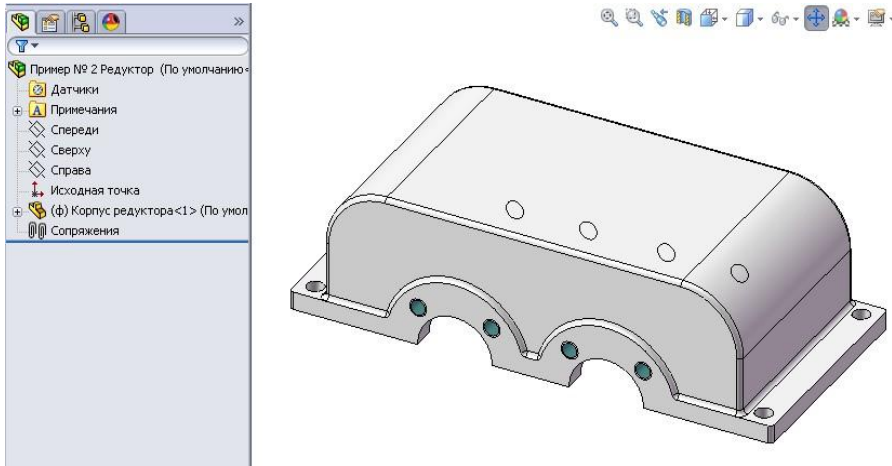

Рисунок 11.25 - Додана деталь «Корпус редуктора» в складання
2. Помістимо корпус редуктора в тривимірний складальний простір (рис. 11.25).